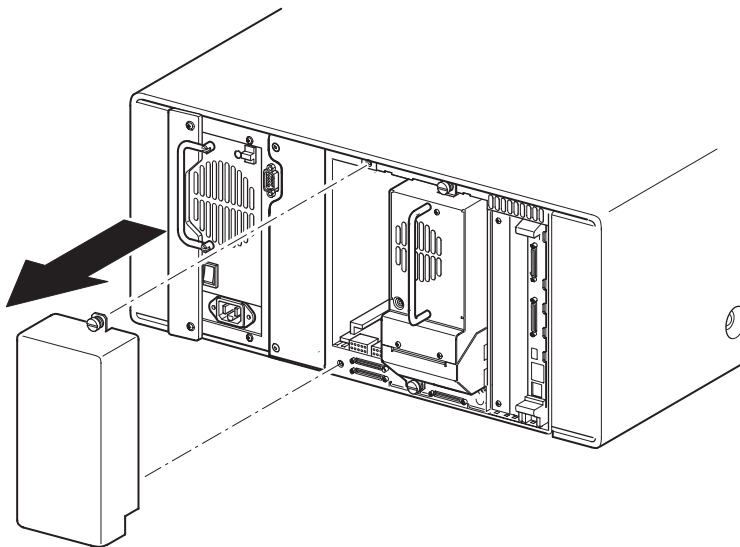

Abbildung D-1. Entfernen einer Leerblende von einem Laufwerksschacht
2. Entfernen Sie die Leerblende, mit der der gewünschte Laufwerksschacht abgedeckt ist (siehe Abbildung D-1). Bewahren Sie die Blende für spätere Zwecke an einem sicheren Ort auf.